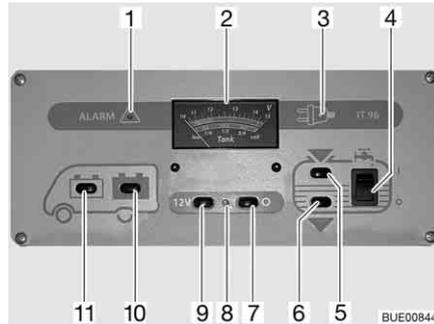

Bild 105 Panel IT 96-2
Der 12-V-Hauptschalter (Bild 105,7 und 9) schaltet das Panel und die 12-V-Versorgung des Wohnraums ein und aus.
Einschalten: ■ Schalter (Bild 105,9) drücken "12 V": Die 12-V-Versorgung des Wohnraums ist eingeschaltet. Die Kontroll-Leuchte (Bild 105,8) leuchtet grün.
Ausschalten: ■ Schalter (Bild 105,7) drücken "O": Die 12-V-Versorgung des Wohnraums ist ausgeschaltet. Die Kontroll-Leuchte (Bild 105,8) erlischt.
Beim Anzeigeeinstrument V/Tank (Bild 105,2) die obere Skala beachten. Das Anzeigeeinstrument wird automatisch beleuchtet, sobald ein Schalter gedrückt wird.
- Schalter (Bild 105,11) drücken "🔌": Die Batteriespannung der Starterbatterie wird angezeigt.
- Schalter (Bild 105,10) drücken "🔌": Die Batteriespannung der Wohnraumbatterie wird angezeigt.
Beim Anzeigeeinstrument V/Tank (Bild 105,2) die untere Skala beachten. Das Anzeigeeinstrument wird automatisch beleuchtet, sobald ein Schalter gedrückt wird.
- Schalter (Bild 105,5) drücken "": Die Wassermenge wird angezeigt.
- Schalter (Bild 105,6) drücken "": Die Abwassermenge wird angezeigt.
- Wippschalter (Bild 105,4) oben drücken "I": Die Wasserversorgung ist eingeschaltet.
- Wippschalter (Bild 105,4) unten drücken "O": Die Wasserversorgung ist ausgeschaltet.
Die rote Warnleuchte "ALARM" (Bild 105,1) blinkt, sobald die Spannung der Wohnraumbatterie 11 V (Messung im laufenden Betrieb) unterschreitet und damit Tiefentladung droht.
Die 12-V-Kontroll-Leuchte (Bild 105,8) leuchtet, wenn der 12-V-Hauptschalter (Bild 105,9) eingeschaltet ist.
Die gelbe 230-V-Kontroll-Leuchte (Bild 105,3) leuchtet, wenn am Eingang des Elektroblocs Netzspannung vorhanden ist.